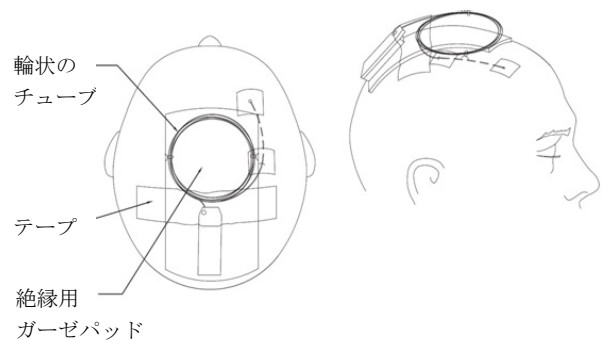

図1 MRI 検査時のセンサーの配置
- c. センサー先端の発熱の可能性を最小限に抑えるために、図 1 のように、コネクタ付近から本センサーのチューブ部分を直径約 6cm の 5~6 個の輪にして、患者の頭頂部に置くこと。本センサーを直線的に配置して、MRI 検査を実施しないこと。